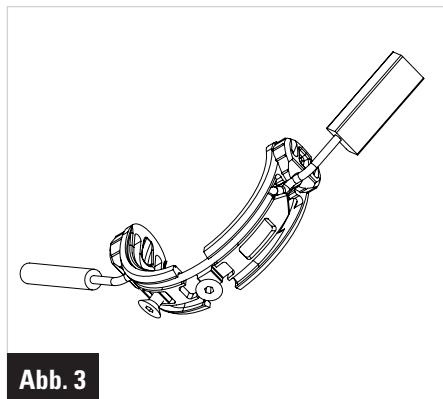

Abb. 3
- 3- Kabelführungen im Tretlagergehäuse installieren. Nur das Elektrokabel für den hinteren Umwerfer muss im Tretlagergehäuse verlegt werden. Liner-Führungen ② montieren, dabei den Draht in den unteren Rillen einklemmen (Abb.3), anschließend Flansch ① mit den Schrauben ③ festschrauben.
- 4- Abnehmbare Elektrokabeldurchführung für den vorderen Umwerfer ④ ⑤ anbringen (siehe Kasten „Festziehen der abnehmbaren Kabelanschläge“).
- 5- Durchführung für Elektrokabel ⑥ am Ausgang der hinteren Strebe anbringen.